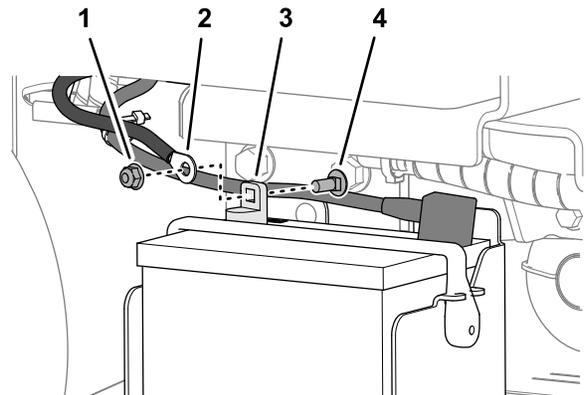

Figure 58
7. Débranchez le câble de la borne négative de la batterie (Figure 58).